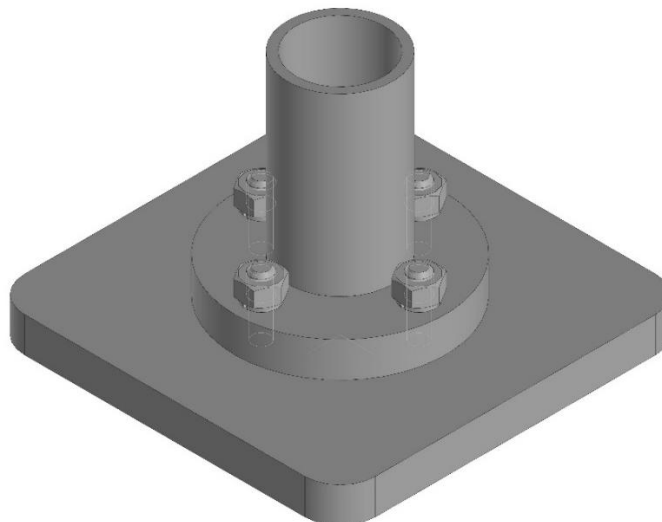

Рис. 70
- побудувати збірку двох деталей (основи та циліндра) і з'єднати їх за допомогою болтового з'єднання (рис. 70).